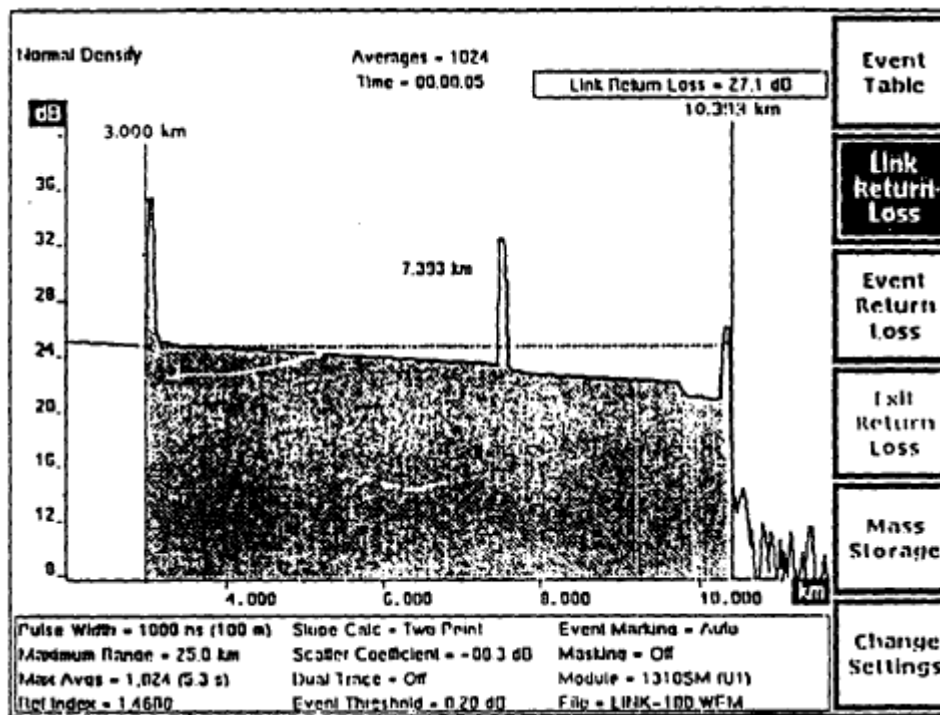

Fig. 3.17 Pérdida por retorno en enlace se muestra en el ángulo superior derecho de la pantalla.
4. Ubique el segundo cursor sobre el reflejo del extremo del enlace, expandiendo la vista si fuera necesario. El segmento de la fibra empleado para la medición se encuentra sombreado, según se muestra en estos ejemplos. Se realiza una medición de pérdida por retorno en enlace automática. Cerca de la forma de onda se muestra el largo del enlace que se está midiendo, y la pérdida por retorno en enlace se muestra en el ángulo superior derecho de la pantalla. En este ejemplo, Fig. 3.17, la pérdida por retorno del enlace de la fibra que se muestra es 27.1 dB.